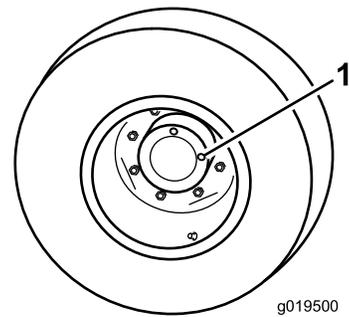

Bild 12
1. Stellen Sie die Maschine auf eine ebene Fläche und positionieren Sie das Rad so, dass eine Prüfschraube (**Bild 12**) auf 12 Uhr und die andere auf 3 Uhr steht.
1. Prüf-, Ablassschraube (2)
2. Entfernen Sie die Schraube, die auf 3 Uhr steht (**Bild 12**). Der Ölstand sollte an der Unterseite des Prüfschraubenlochs liegen.